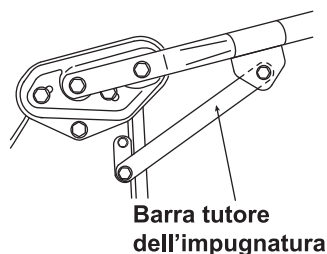

Fig. 3
- 3 Rimuovere i bulloni della struttura e fissare temporaneamente la barra. (Fare riferimento alle Figure 3)